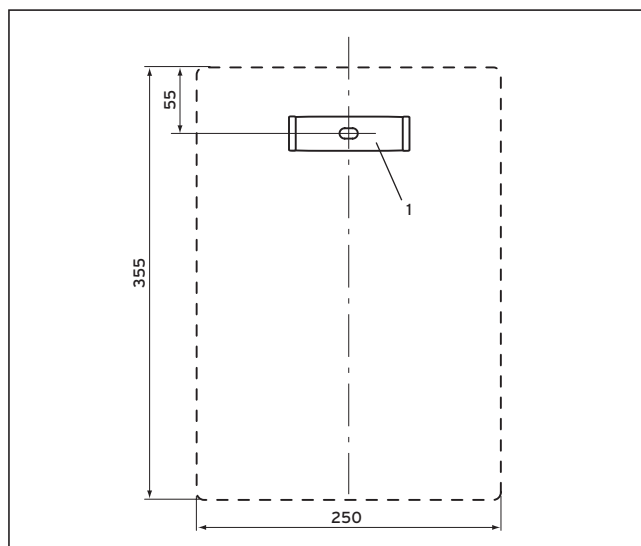

Fig. 2.2 Montage du crochet mural
- Percez un trou pour cheville en plastique 10x40 mm (voir fig. 2.2).